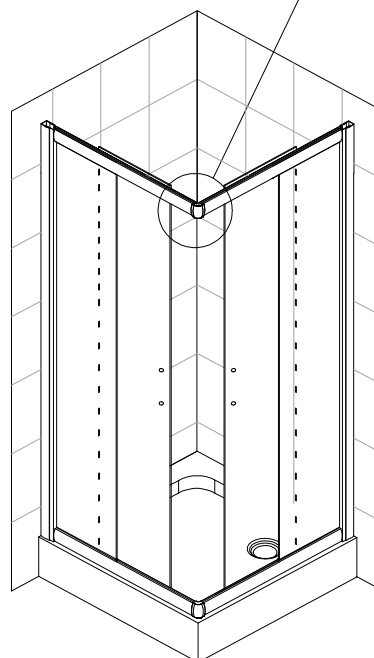

Fig. 8
8) Use the M4x5 screws (16) to fix the connecting cover (15) and bending rail. As Fig. 8
8) Usare le viti (16) M4x5 per fissare gli angolari di congiunzione (15) e il montante. Vedi Fig. 8